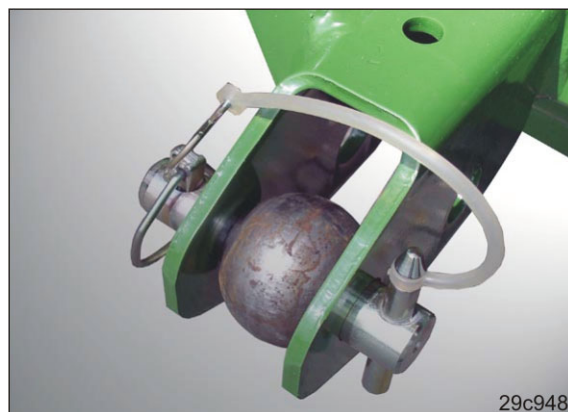

Fig. 61
1. Fixați manșoanele sferice (Fig. 61) pe bolțurile barelor superioară și inferioare ale mecanismului în trei puncte al semănătoarei.